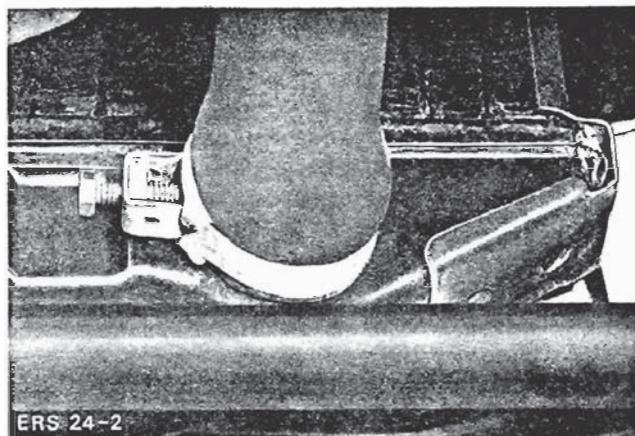

Fig. 64 - Afmonter kølerslangen fra køleren.
1. Afmonter batteriets stelforbindelse og afmonter bundkarskjoldet (4 bolte, 4 klemmer), tap klevæsken af ved at afmontere kølerslangen fra kølerens nederste stuts samt fra motorens vandafgang foroven, Fig. 64.